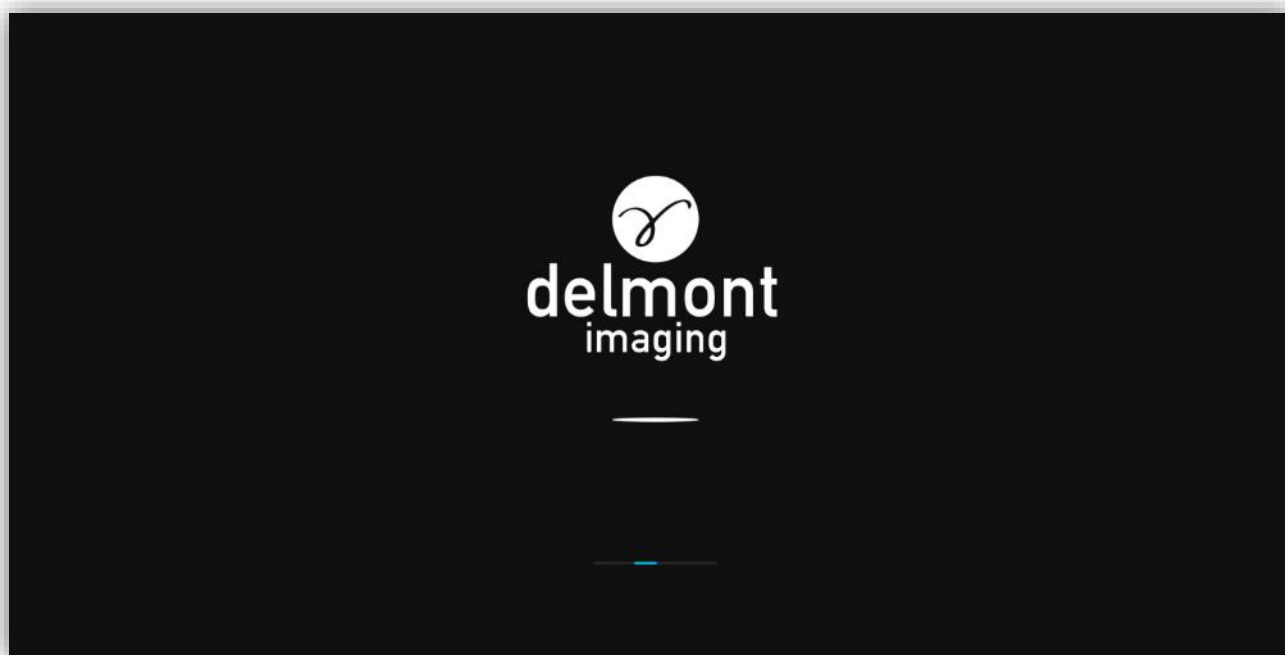

Figura 5 - Ecrã de arranque
- O monitor exibe um ecrã de arranque com o logótipo da Delmont imaging (consulte Figura 5).